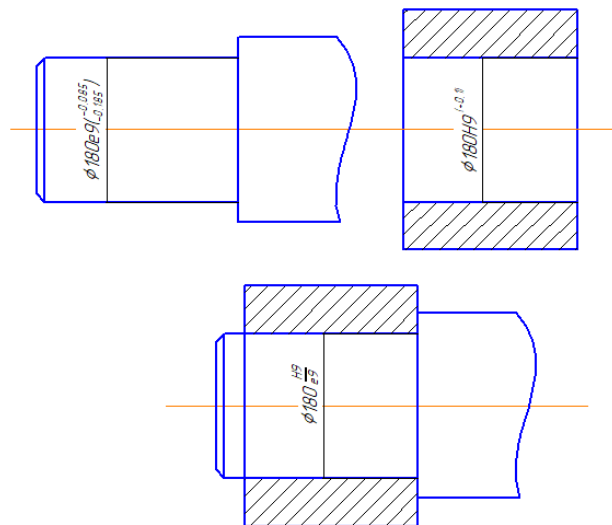

Рис. 3. Шаблон чертежа посадки с зазором
8. Заполненный шаблон чертежа представлен на рис. 3.